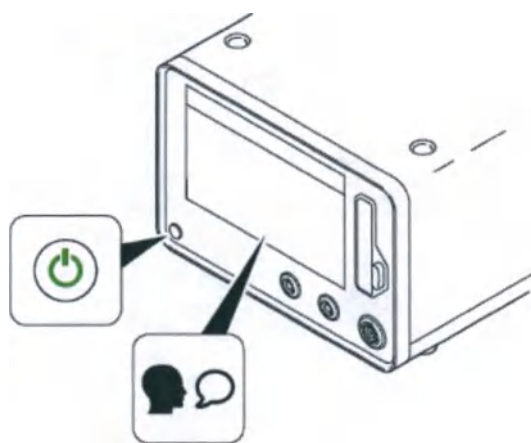

Рисунок 24 — Начальный выбор языка
5. Нажмите кнопку питания, чтобы загорелся (зеленый) индикатор, обозначающий режим готовности к работе (рисунок 24).
6. Выберите подходящий язык экрана (рисунок 24).